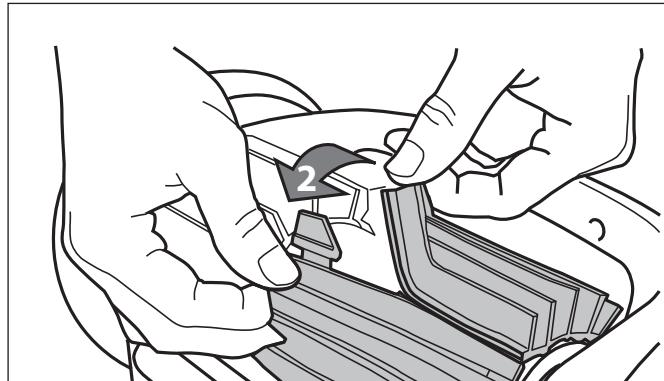

Figura 29. Desabroche las lengüetas del cepillo
2. Separe los extremos del cepillo y desabroche las lengüetas (Figura 29). Retire los cepillos desgastados.